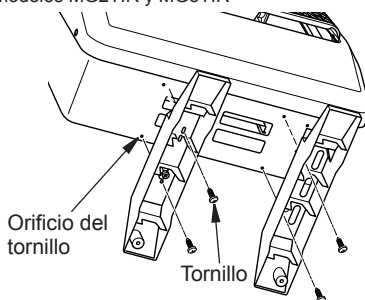

Figura 12 - Colocación de patas de la base de calentador
1. Align agujeros de tornillos en patas de la base a la parte inferior del calentador. Una con tornillos de cabeza Phillips (incluidos) (ver Figura 12).